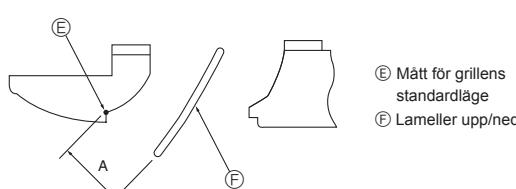

Fig. 8-10
- ③ För att justera den önskade luftflödesriktningen, flytta långsamt lamellerna upp/ned inom angivet område. (Fig. 8-10)